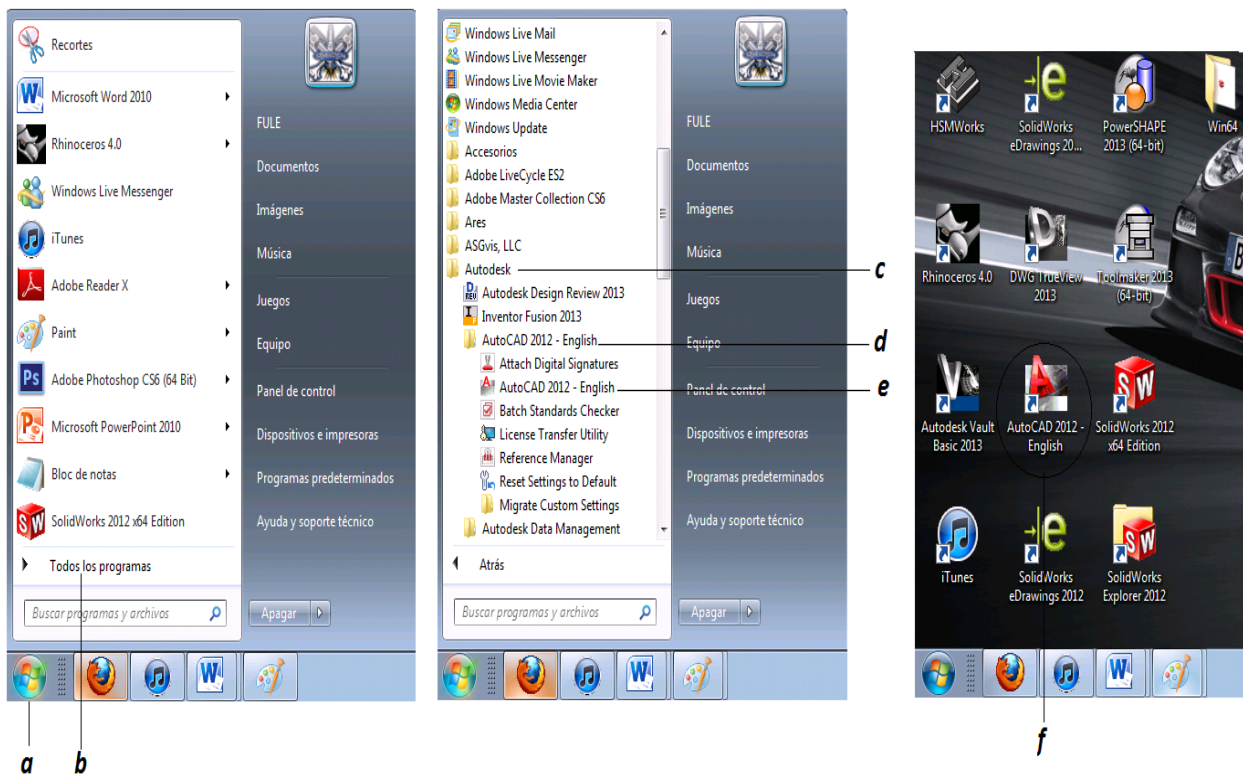

Figura 3.1. Iniciando AutoCAD 2012
- Se da clic en el botón de inicio de la barra de tareas (*figura 3.1*)
- Se selecciona la carpeta “Todos los Programas” (*figura 3.1*).
- Se selecciona la carpeta Autodesk para desplegar sus opciones (*figura 3.1*).
- Dentro de esta carpeta se da clic en la carpeta AutoCAD 2012 para desplegar sus opciones (*figura 3.1*).
- Se da clic sobre el icono de AutoCAD 2012 para abrir el Programa (*figura 3.1*).
La otra forma es dando clic en el acceso directo ubicado en el escritorio (*figura 3.1 “f”*).